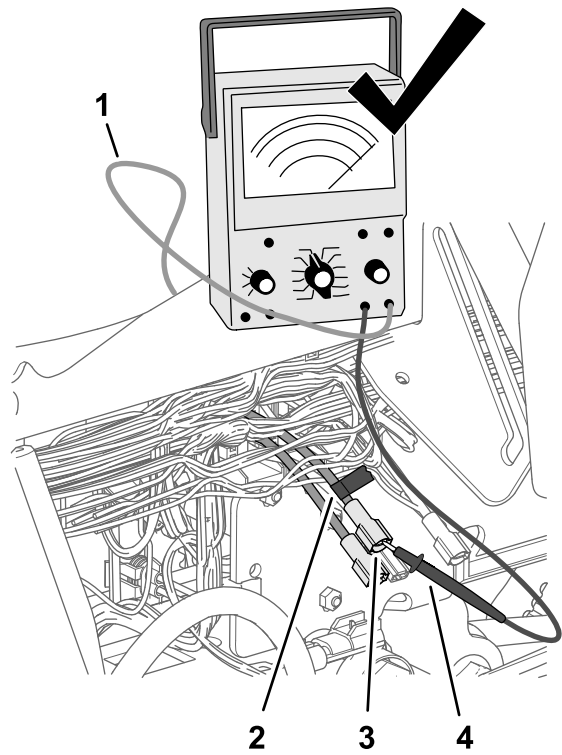

Bild 189
4. Markieren Sie den Anschluss und das Kabel, das Sie in Schritt 3 identifiziert haben, mit einem Stück Band (Bild 189).